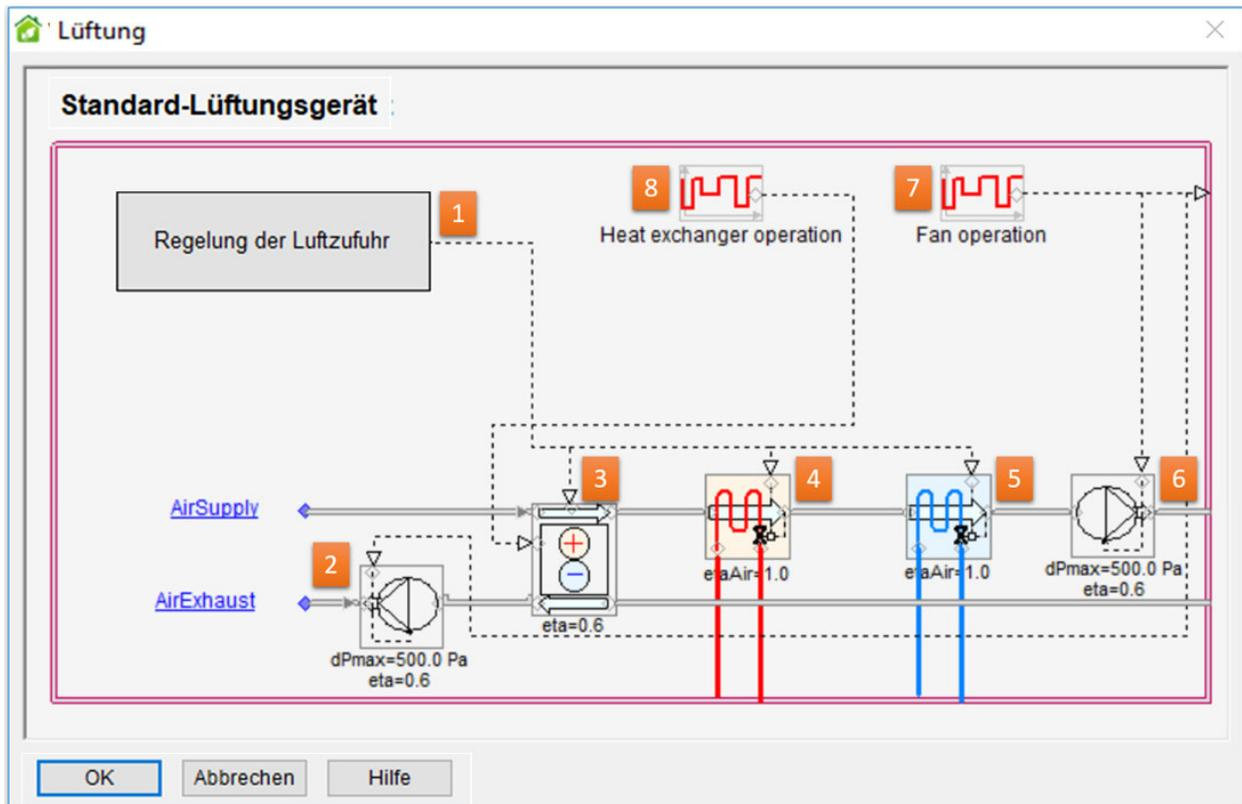

Abbildung 62.
Das Standard-Lüftungsgerät besteht aus den folgenden Komponenten, siehe Abbildung 62: Regelung der Luftzufuhr (1), Abluftventilator (2), Wärmetauscher (nur sinnvoller Wärmeaustausch) (3), Heizregister (4), Kühlregister (5), Zuluftventilator (6), Zeitplan für die Bedienung beider Ventilatoren (7) und Zeitplan für die Bedienung des Wärmetauschers (8). Das Gerät stellt temperaturgesteuerte Luft mit einem definierten Druck bereit. Einige Schlüsselparameter der einzelnen Komponenten werden im Fenster dargestellt. Öffnen Sie sie zum Bearbeiten. Der Sollwert der Zulufttemperatur wird durch einen Doppelklick auf das Kästchen „Regelung der Luftzufuhr“ (1) im Fenster „Luftverteilsystem“ eingestellt.